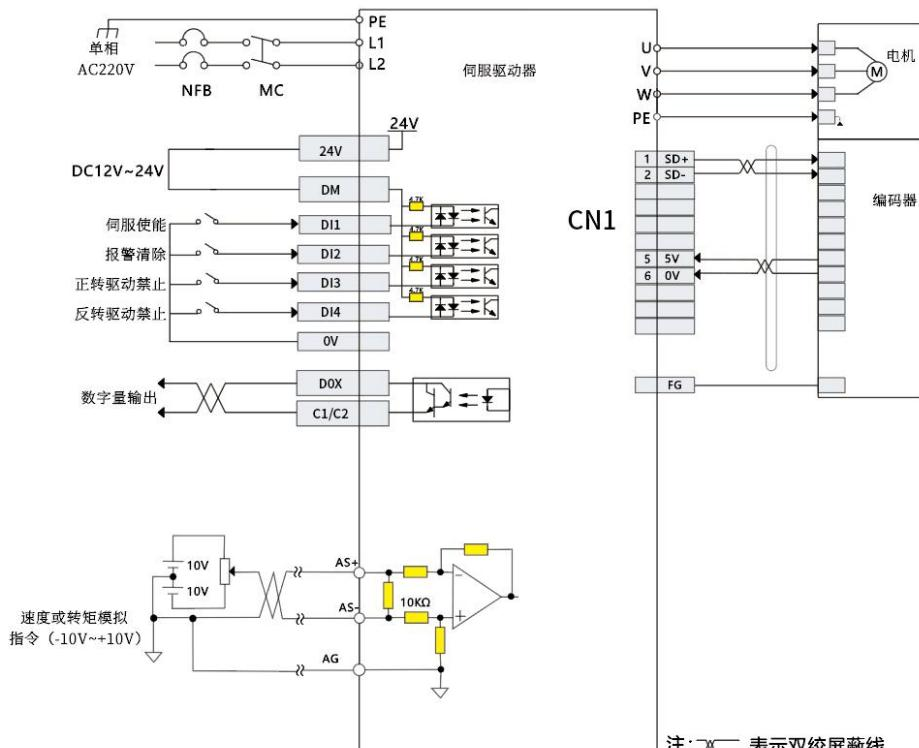

图5.4 速度模式接线图
- 3) 参考图5.4配线说明连接CN1端子中的所需的DI/DO信号，如何使能，报警清除，定位完成信号等。